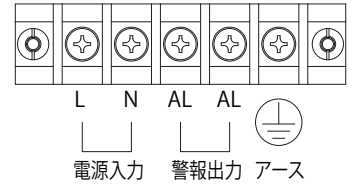

図 3 端子台の構成
- 端子ねじ M4 にて電源線、警報出力線、アース線を指定の端子へ適正締付トルクにて確実に接続してください。(図 3)